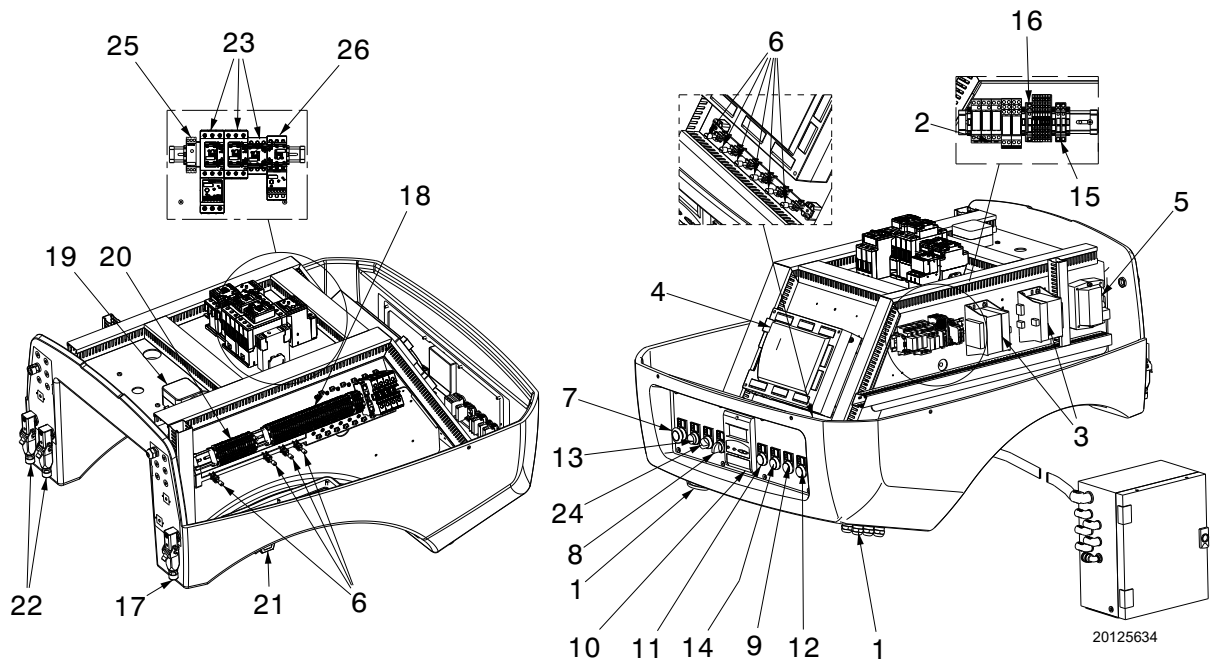

Fig. 5
- **Blocage de la boîte de contrôle** : l'allumage du bouton (**DEL rouge**) 13)(Fig. 5) avertit que le brûleur est mis en sécurité. Pour le déblocage, appuyer sur le bouton 13)(Fig. 5) ou utiliser l'afficheur.